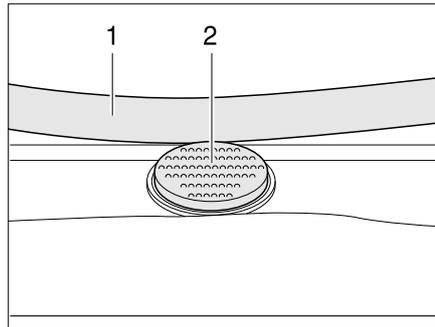

Bild 72 Sicherungsknopf an der Heki-Dachhaube
- Den Sicherungsknopf (Bild 72,2) drücken und den Bügel (Bild 72,1) mit beiden Händen nach unten ziehen.
- Den Bügel mit beiden Händen nach oben drücken, bis der Bügel oberhalb des Sicherungsknopfes (Bild 72,2) liegt.